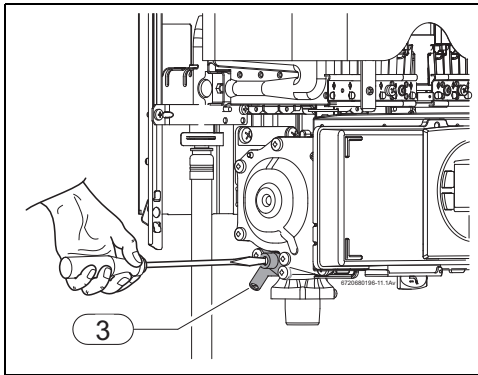

Fig. 25 Tornillo de ajuste del caudal máximo de gas
- ▶ Retirar la selladura del tornillo de ajuste (Fig. 25).
- ▶ Regular la presión del quemador máximo (tabla 12) utilizando el tornillo de ajuste del caudal de gas máximo (Fig. 25).